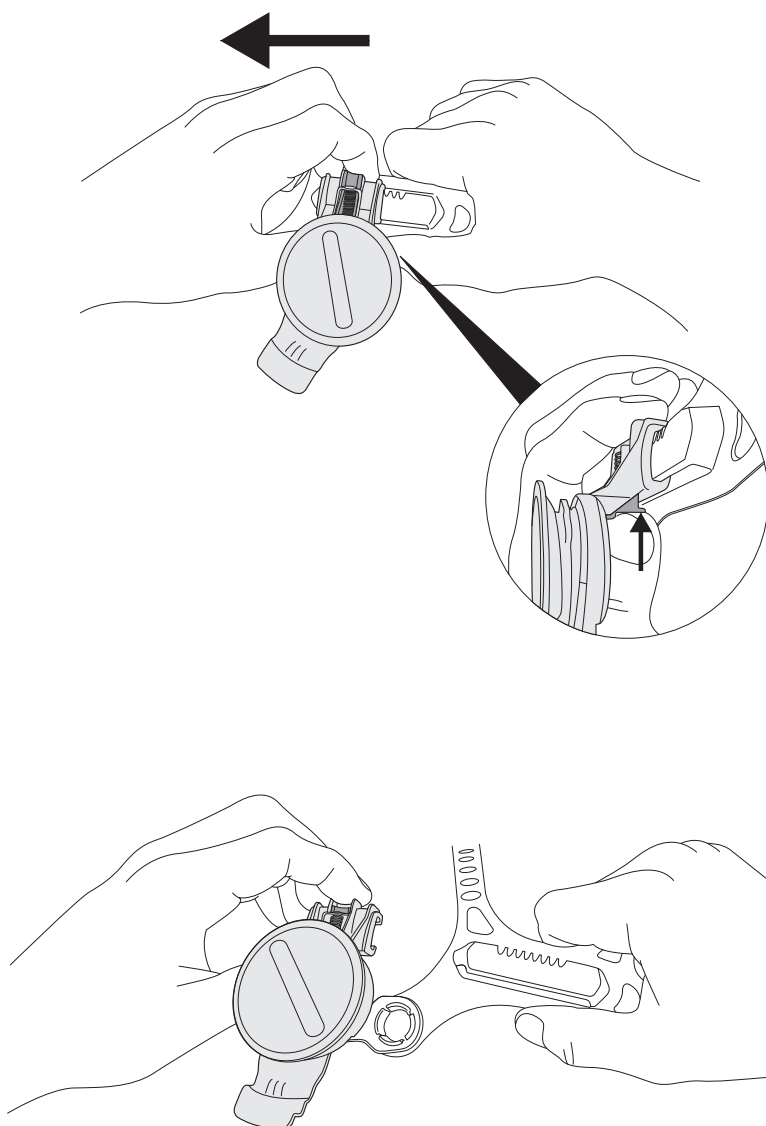

Fig. 25a
- Con la suspensión de la careta para soldar retirada (Consulta el punto 3 de “Cómo colocarse y ajustar la careta para soldar”), presiona el botón de bloqueo deslizante gris; deslice el mecanismo de giro hacia la parte posterior (hacia la perilla de ajuste de la careta) del riel deslizante y con el pulgar, empujalo fuera del canal de deslizamiento. Esta acción requerirá algo de fuerza (Fig. 25a).